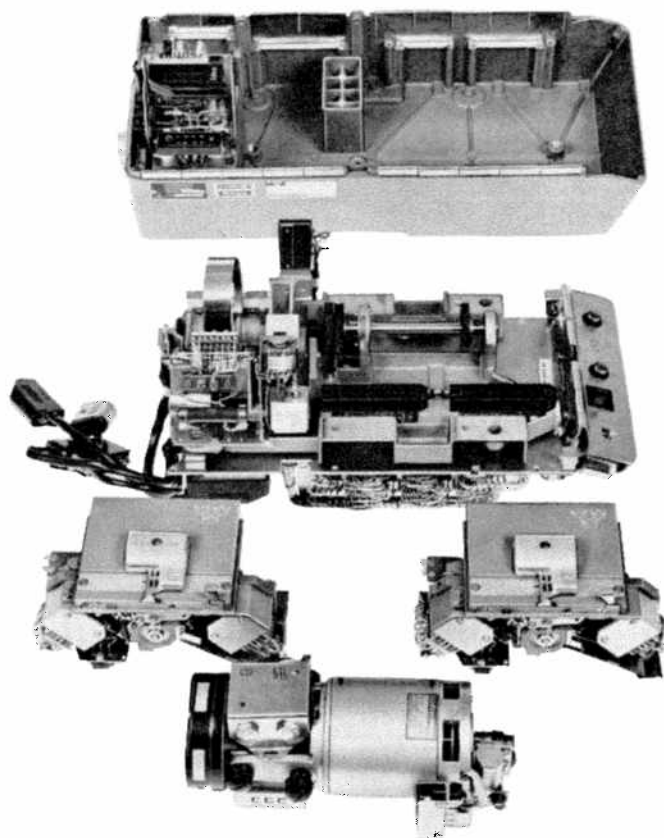

Bild 49
Bild 49 och 50
3.6.1.6 Lossa anslutningsdonen och fästskruvarna för kopplingsplattan och lyft ur den från bottenplattan, bild 49 (gäller remssändare 312).